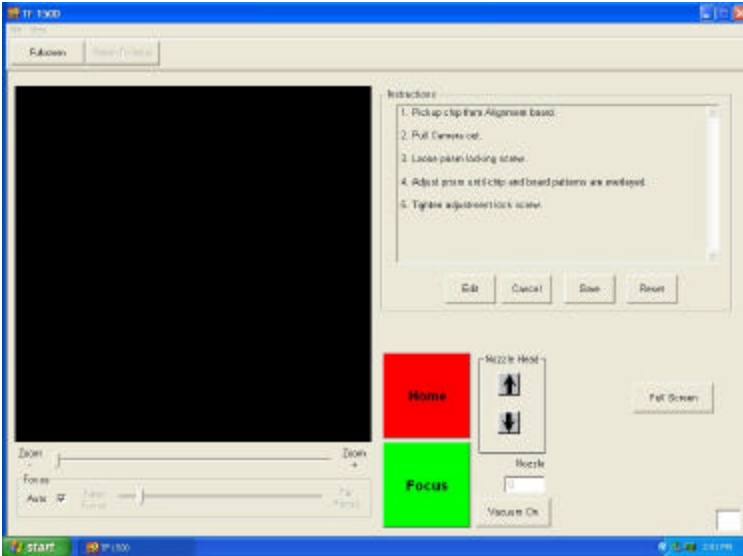

Abbildung 9
- iii. Auf dem Monitor wird nun der Kalibrierungsbildschirm angezeigt. (Abbildung 9)